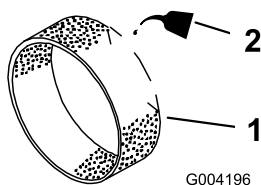

Figure 41
- Imbibez le préfiltre de 3 à 6 cl d'huile (Figure 41).